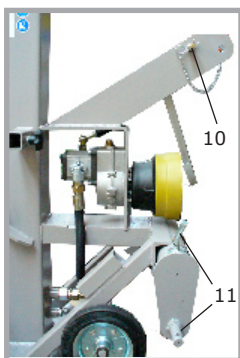
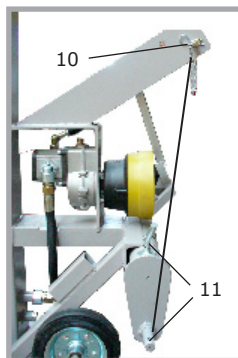

Abb. 10
Abb. 12
Beim Transport des Holzspalters durch Anhängen an einen Traktor über die Dreipunktaufnahme, muss auf die richtige Stellung der Oberlenkerbolzen (10) und Unterlenkerbolzen (11) zueinander geachtet werden. Zwingend notwendig ist es, dass die Bolzen fluchtend zueinander in die dafür vorgesehenen Bohrungen eingebracht bzw. montiert werden (siehe Abb. 10 u 11). Bei unsachgemäßer Bolzenposition (siehe Abb.12 u 13), kann es zur Deformierung der Maschine kommen. In diesem Fall ist jegliche Haftung des Herstellers ausgeschlossen.